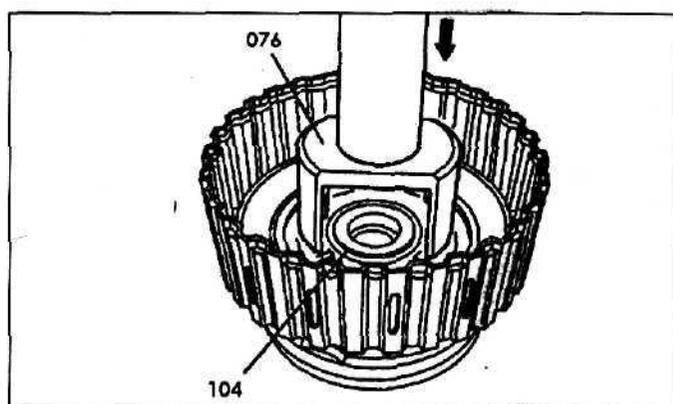

Рис. 70.
3. Удалите стопорное кольцо (84b) из внутреннего барабана блокировочной муфты K1 (84) и эпициклическое колесо (84a) переднего планетарного ряда, повернув его для этого на  $18^\circ - 23^\circ$ .
4. Удалите ведущий вал с барабаном блокировочной муфты K2 (100).
5. Снимите упорный игольчатый подшипник (85).
6. Удалите стопорное кольцо (106) из внешнего барабана блокировочной муфты K2.
7. Удалите тарельчатую пружину (107) и фрикционные диски (105). Проверьте фрикционные диски на предмет их подгорания и износа.
8. Установите приспособление (076) на упругое кольцо (103) и надавите на него так, чтобы освободить стопорное кольцо (104) (рис. 70).
9. Удалите стопорное кольцо (104).
10. Удалите внешнего барабана тарельчатую пружину (102) и поршень (101).